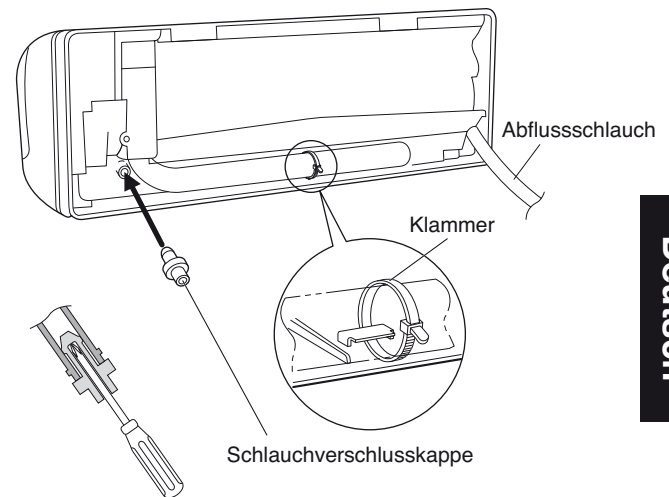

Abb. 40a
- (d) Danach ist der Abflussschlauch an der linken Seite und die Schlauchverschlußkappe an der rechten Seite anzubringen. (Abb. 40a)
- (3) Montieren Sie das Innenraumgerät an die Rückwand.
- (4) Nun sind die von außen kommenden Leitungen und Kabel anzuschließen.
- (5) Nach Abschluß der Dichtigkeitsprüfung ist überschüssige Rohrlänge mit dem speziell dafür vorgesehenen Band abzuwickeln und innerhalb des Stauraums im hinteren Teil des Innenraumgeräts mit Klammern festzuhalten. (Abb. 40a und 41a)